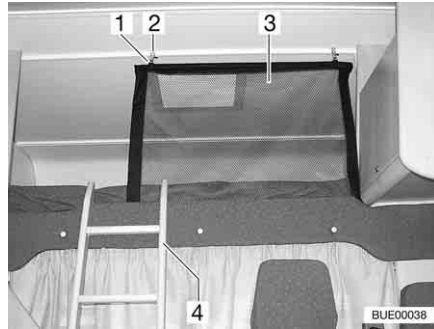
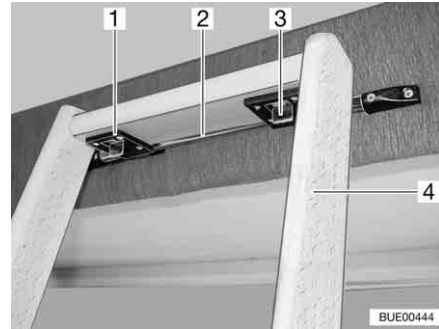

Bild 109 Alkovenbett
Bild 110 Aufstiegsleiter, Verriegelung
Zum Besteigen des Alkovenbetts die serienmäßig beigelegte Aufstiegsleiter (Bild 109,4 und Bild 110,4) benutzen.
- Die Leiter mit den beiden Haken (Bild 110,1) in die Stange (Bild 110,2) an der Alkovenblende einhängen.
- Die beiden Verriegelungen (Bild 110,3) nach vorne schieben.
Das Sicherungsnetz (Bild 109,3) ist serienmäßig zwischen Matratze und Lattenrost verstaut. Das Sicherungsnetz erst aufspannen, wenn sich die Personen bereits im Alkoven befinden.
- Die Halterung (Bild 109,1) in die Ösen an der Decke (Bild 109,2) einhängen.